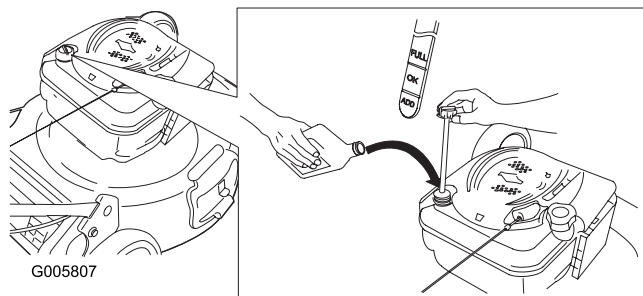

Figura 6
1. Retire la varilla (Figura 6).
2. Vierta **lentamente** aceite en el tubo de llenado hasta que el nivel llegue a la marca **Full** de la varilla (Figura 6). **No llene demasiado.** (Capacidad máxima: 0,59 l, tipo: SAE 30W, aceite detergente con clasificación de servicio API SF, SG, SH, SJ, SL o superior.)